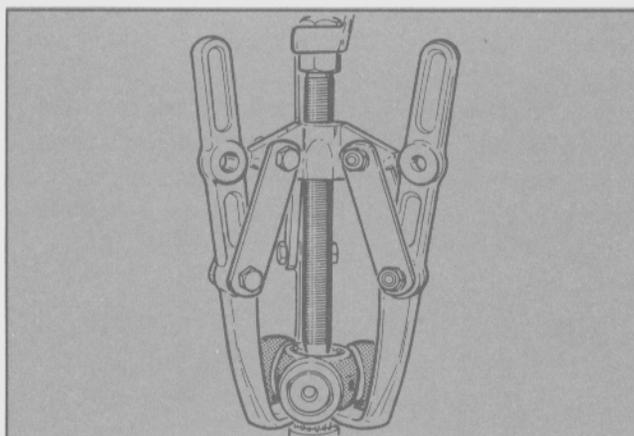

Fig. 73 - Extracción de la junta de transmisión del semieje.
- Utilizando la herramienta adecuada, retirar el trípode de la junta de transmisión (Fig. 73).